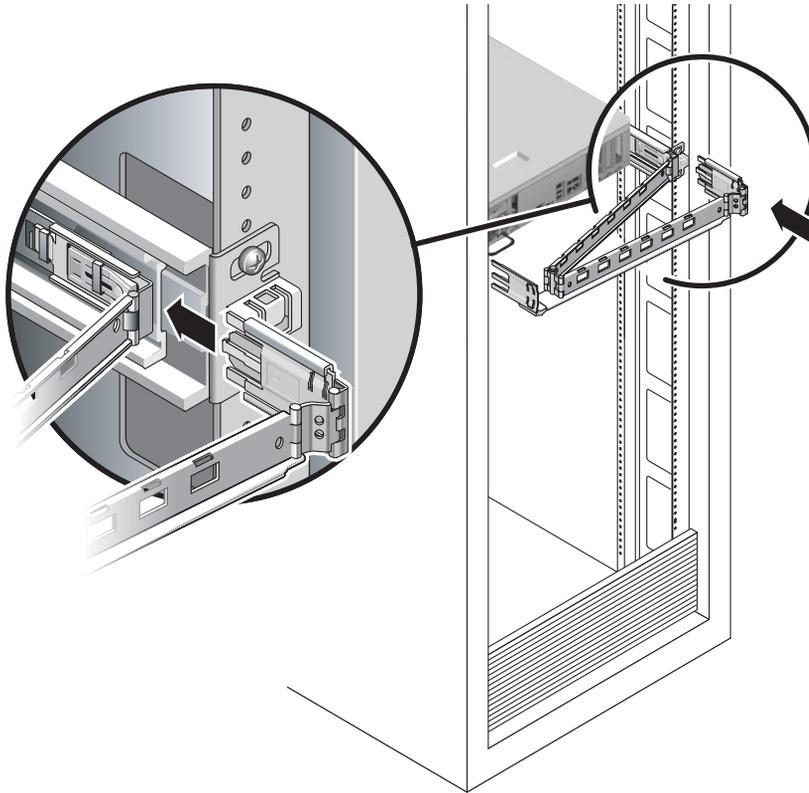

FIGURE 2-10 Raccordement du connecteur CMA externe
3. Insérez la plus grande des extensions dans l'extrémité du rail coulissant droit (FIGURE 2-10).